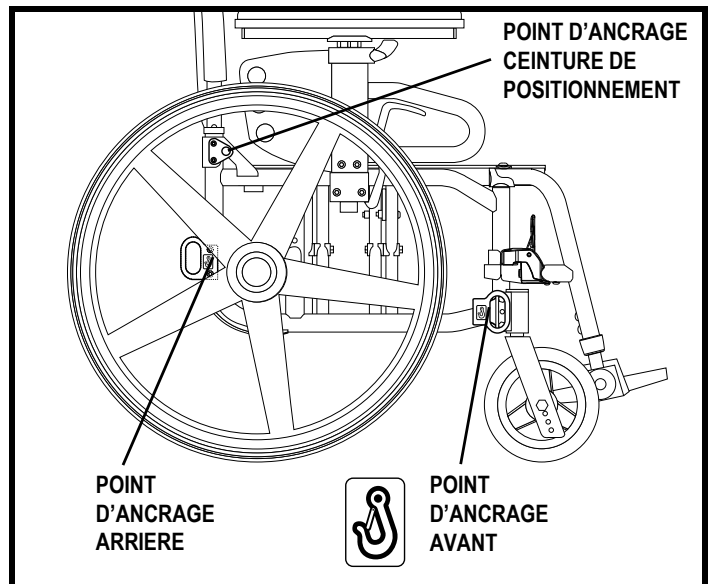

Figure 10. Points de d'ancrage
- Fixez les quatre (4) courroies aux points d'ancrage désignés et identifiés par le symbole d'ancre sur le fauteuil roulant. Voir la figure 10. Serrez-bien les courroies pour retirer le jeu excessif.
- Positionnez les points d'ancrage arrière des courroies directement derrière le fauteuil roulant. Les points d'ancrage avant sont disposés plus loin de chaque côté du fauteuil roulant afin d'augmenter la stabilité latérale. Voir la figure 10.